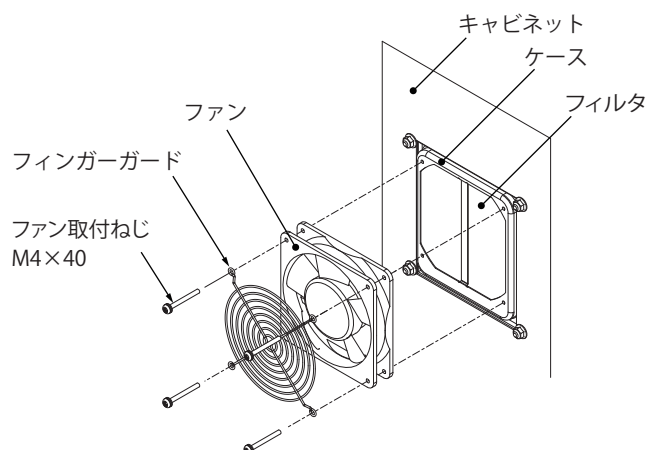

図 2 キャビネット内側交換
1. ファン付の場合、ファン取付ねじ M4×40 を取外し、ファンとフィンガーガードを取り外してください。(図 2)